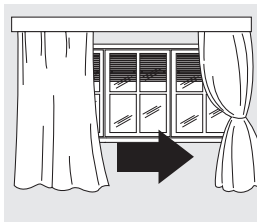

рис. 14
2. Защитите помещение от прямого воздействия солнца, частично закрыв шторы и/или жалюзи, чтобы исключить лишние теплопотери при работе прибора (рис. 14).